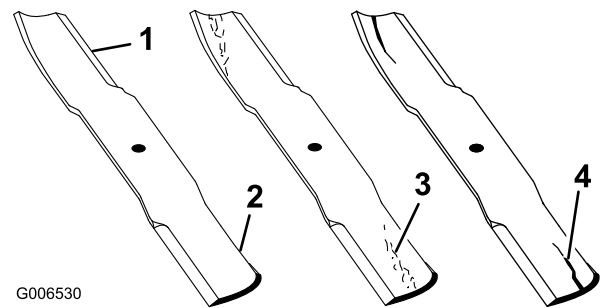

Figura 51
1. Inspeccione los filos de corte (Figura 51). Si los bordes no están afilados o tienen mellas, retire las cuchillas y afílelas; consulte Cómo afilar las cuchillas.
2. Inspeccione las cuchillas, especialmente la parte curva (Figura 51). Si observa daños, desgaste o la formación de una ranura en esta zona (elemento 3 en la Figura 51), instale inmediatamente una cuchilla nueva.